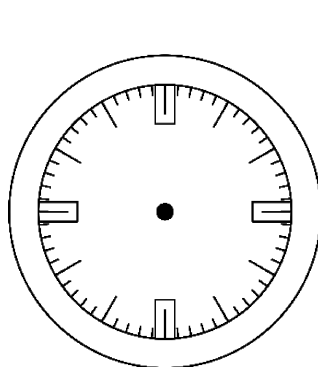

图 6-12 绘制表盘中心的转轴
(12) 单击“默认”选项卡“绘图”面板中的“圆环”按钮, 以坐标点 (290, 150) 为中心点，绘制内径为 0、外径为 8 的圆环。结果如图 6-12 所示。